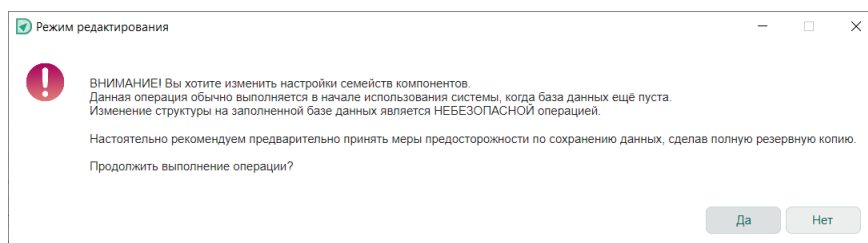

Рис. 165 Окно «Режим редактирования»
4. В окне «Режим редактирования» перед нажатием «Да» учесть все рекомендации, см. Рис. 165.